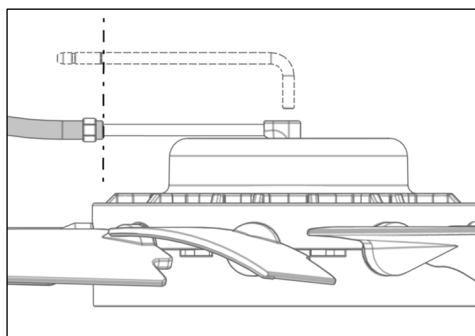

Fig. 18
- 9) Deslice la manguera de presión por el tubo de entrada de aire hasta la marca (25 mm / 0,984") (Fig. 18).